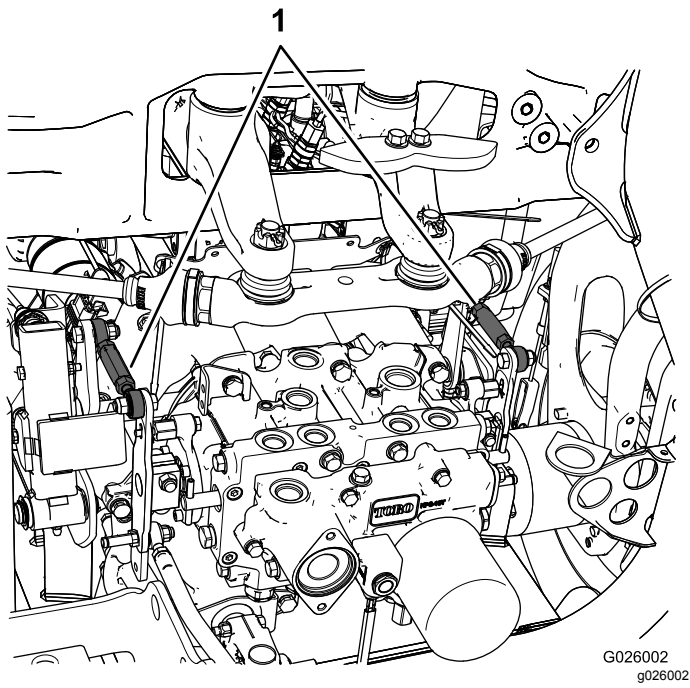

Figura 65
- Si el neumático trasero izquierdo está girando, afloje las contratuercas de la varilla de control de la transmisión del lado izquierdo (Figura 65).